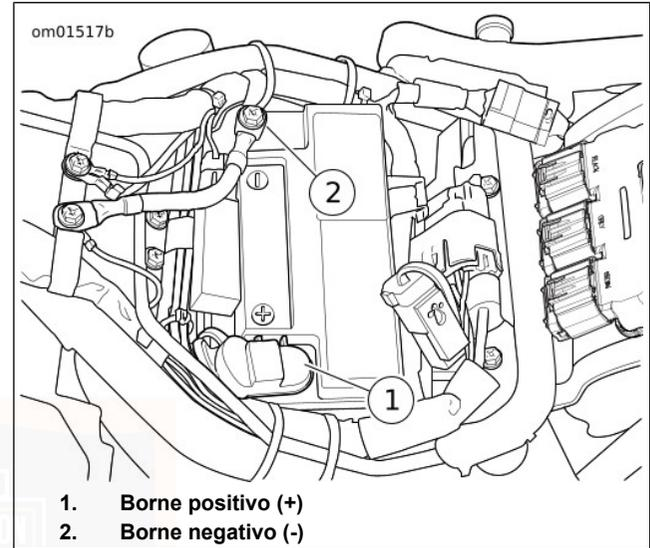

Figura 65. Batería: Modelos Softail
2. Vea Figura 65. Quite el cable negativo de la batería (negro), del borne negativo de la batería.